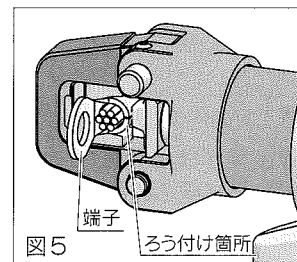

図5
- 6 端子はろう付け箇所を雄ダイス側に合わせ、端子、およびスリーブの筒部が中心になる様に保持しながら、作動スイッチを操作(押し)し軽く固定(仮押え)してください。(図5)
- 7 電線を、端子および直線重合せ用スリーブ(P)は筒部端より1mmほど出るまで、直線突合せ用スリーブ(B)は突き当たるまで挿入してください。(図5)